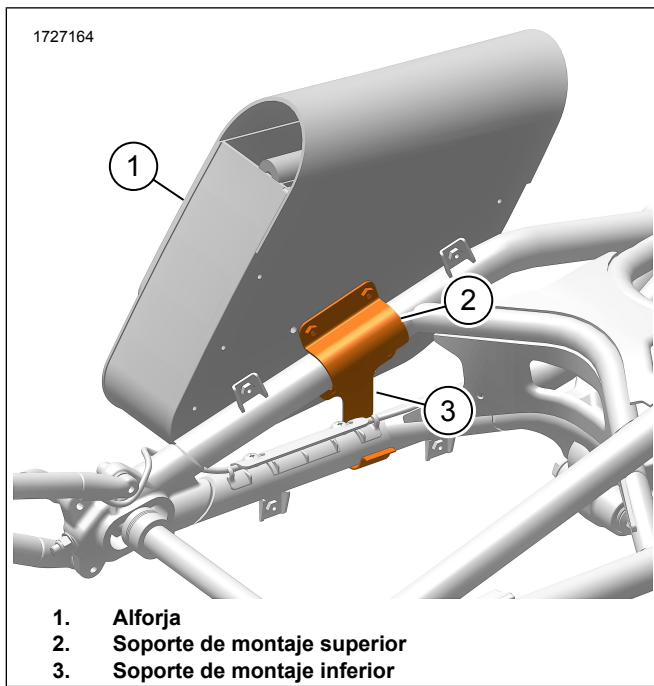

Figura 3. Conjunto de la alforja
1. Consulte la Figura 3. Coloque los soportes de montaje superior e inferior (2, 3) en el basculante.